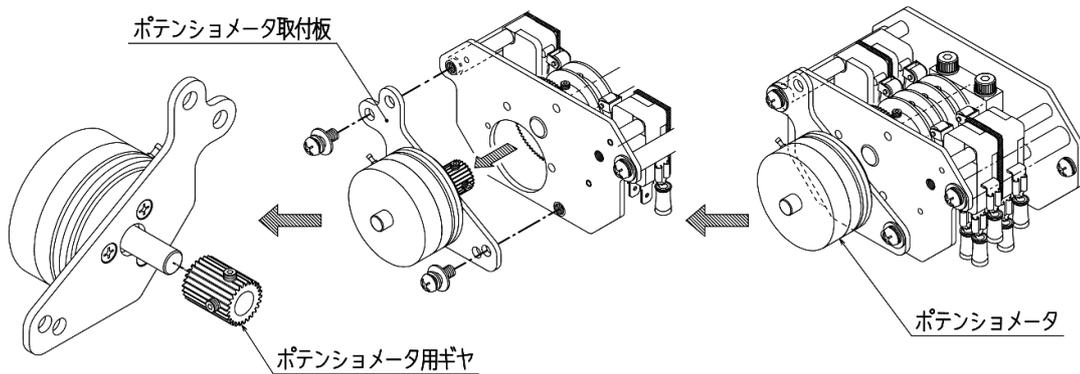

図9：ポテンシオメータの取り外し
- ⑤RM端子に(+), WM端子に(-)をデジタルマルチメータ等（電圧レンジ）にてあて、電圧値を測定、記録します。
- ⑥ポテンショメータ本体の3端子に接続されているリード線色と端子番号を記録します。
- ⑦ポテンシオメータの端子付近からリード線を切断します。
⑧ポテンシオメータ取付板を取り外します。(図9参照)